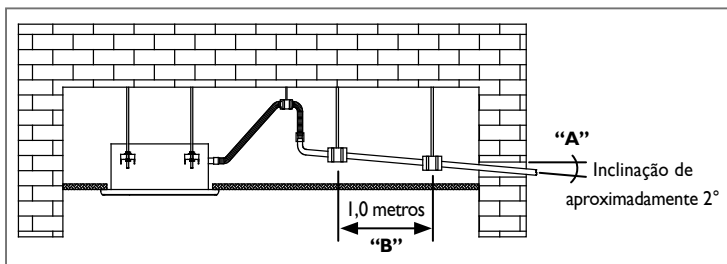

FIG. 25
- Para evitar que a água de condensado escorra para trás, retornando à unidade, o tubo de drenagem deverá ter uma inclinação (um pequeno declive) para baixo em direção ao lado de saída, considere aproximadamente 2° para esta inclinação ("A" - Fig. 25). Evite qualquer saliência (tal como um degrau) ou depósito de água na tubulação.
- Não estique (arraste) demasiadamente o tubo de drenagem ao conectá-lo, para impedir que o corpo venha a puxá-lo. Entretanto, um ponto de suporte deve ser definido a cada 1,0 metro, para evitar que o tubo de drenagem perca eficiência ("B" - Fig. 25). Opcionalmente você pode amarrar o tubo de drenagem com o tubo de ligação para fixá-lo.